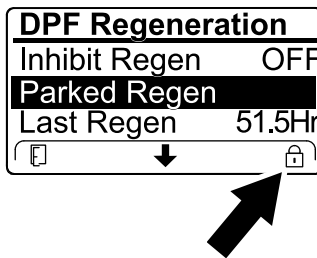

Figure 24
- Si le calculateur moteur demande une régénération d'urgence ou est en train d'en exécuter une, et que vous naviguez jusqu'à l'option PARKED REGEN, la régénération en stationnement se bloque et l'icône de blocage (Figure 24) apparaît en bas à droite de l'InfoCenter.